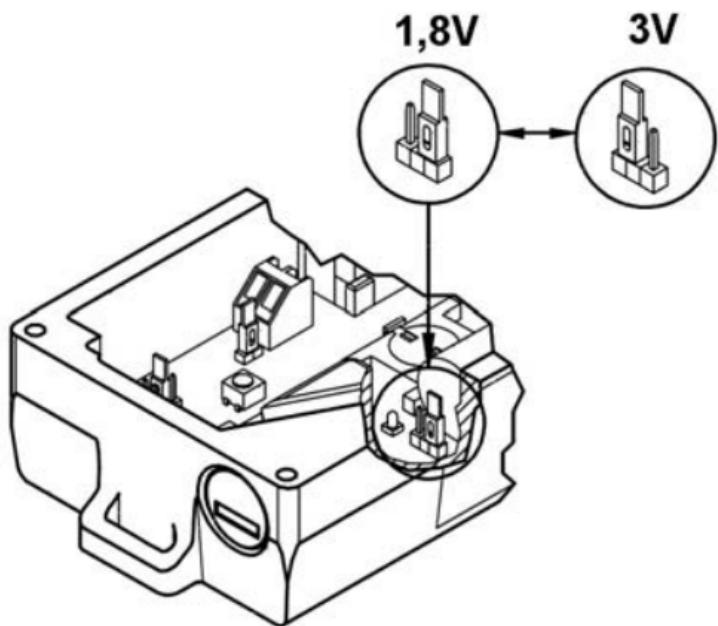

Fig. 5
3. Se invece dopo la fase di memorizzazione del numero di cellulare al quale si vuole che vengano inviati i messaggi di allarme, non si riceve, dopo circa 1 minuto, la chiamata di conferma di corretto funzionamento (da 1 a 4 squilli), bisogna spegnere il modulo girando la chiave in senso antiorario e cambiare la tensione di funzionamento della SIM, portandola a 3V spostando il Jumper (ponticello) come illustrato in Fig. 5 a pag. 8; poi bisogna eseguire nuovamente tutta la procedura di "PRIMO UTILIZZO".
4. Se si è assolutamente certi di possedere una SIM da 3V, prima di proseguire con la procedura di "PRIMO UTILIZZO" al punto c) di pag. 22, cambiare la tensione di funzionamento della SIM, portandola a 3V spostando il Jumper (ponticello) come illustrato in Fig. 5 a pag. 8.